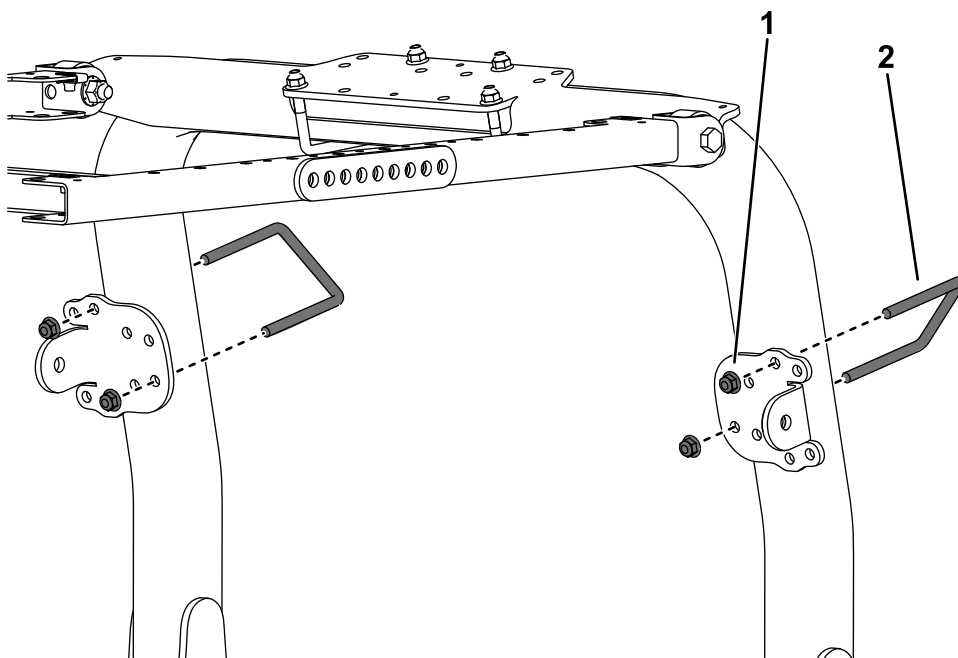

Figura 32
9. Utilizzando i fori di montaggio illustrati nella Figura 32, fissate, senza serrarla, ciascuna delle